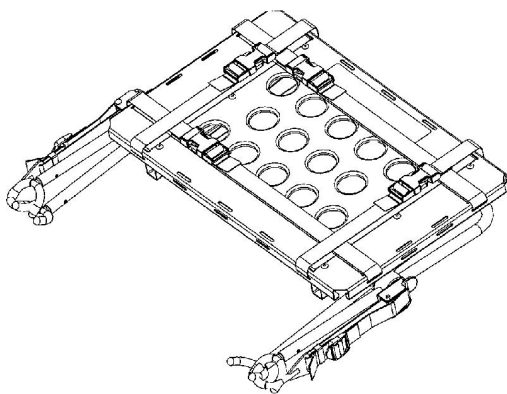

Рисунок 24 – Положение для хранения
1. Поместите платформу дефибриллятора в положение для хранения (Рисунок 24).